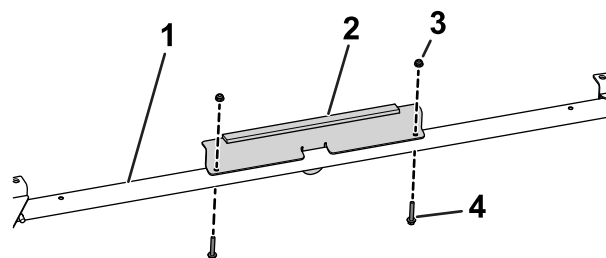

図 37
11. 前クロスリンクに前サポートを取り付ける六角ヘッドフランジボルト1/4 x 1 1/2 インチ 2本、ナット1/4 インチ2個を使用する図 37。